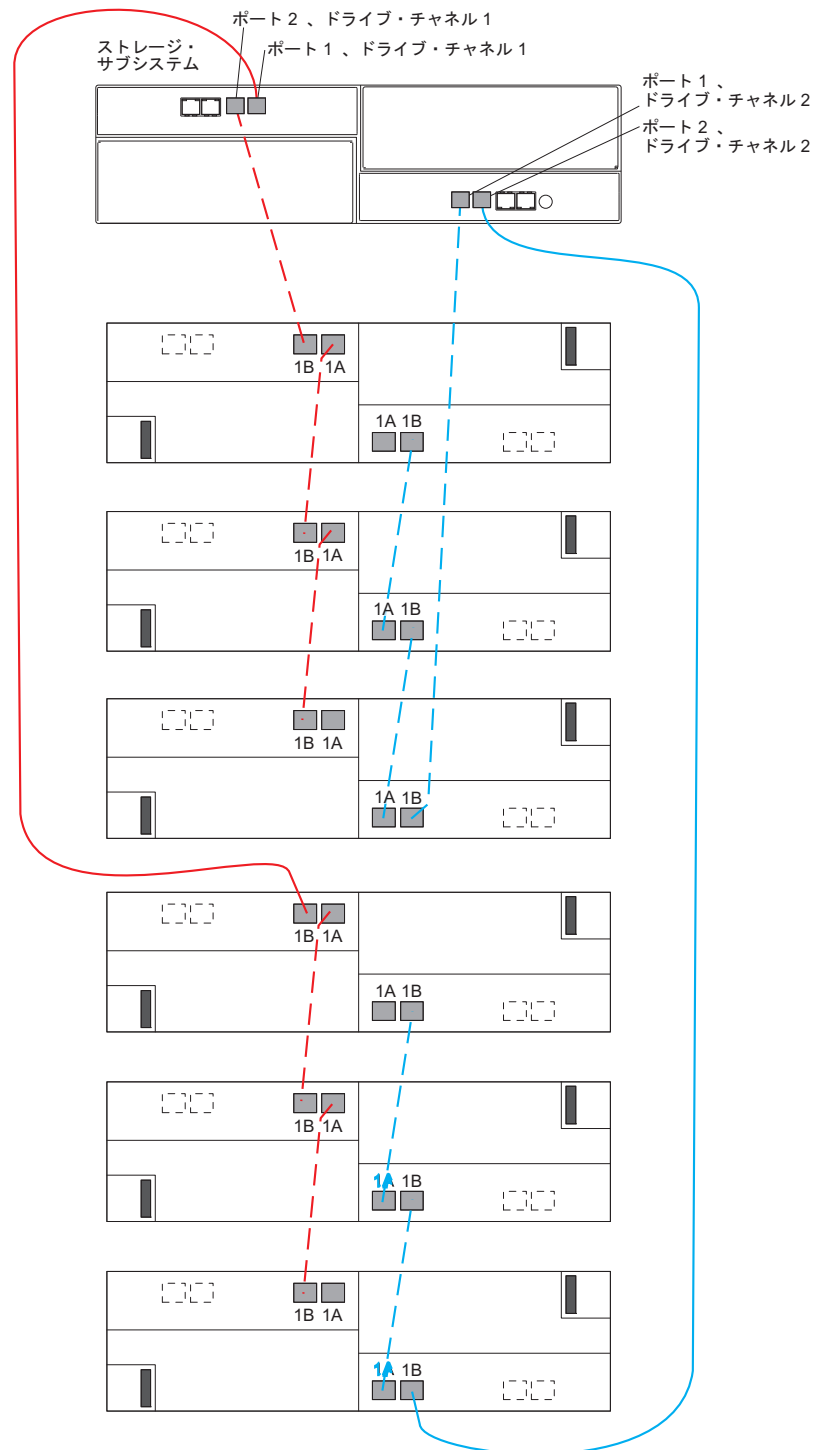

図 41. 1 つの DS3950 と最大 6 つのストレージ拡張エンクロージャーのケーブル接続
1 つの DS3950 ストレージ・サブシステムと 6 つまでのストレージ拡張エンクロージャーをケーブル接続する場合、図 41 に正しいケーブル接続トポロジーが示してあります。
7. 6 個のストレージ拡張エンクロージャーを DS3950 に接続する場合、両方のドライブ・チャンネル内のすべてのポートを使用します。ケーブル接続トポロジーについては、76 ページの図 41 を参照してください。